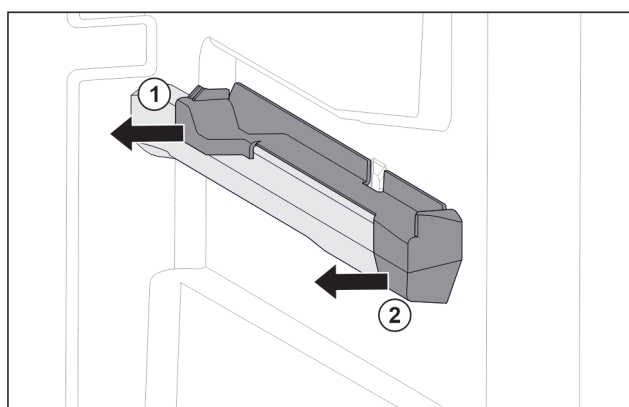

Fig. 118 Påsætningsdel på den højre beholderrist
- ▶ Træk den bageste del af påsætningsdelen af og til siden. Fig. 118 (1)
- ▶ Træk den forreste del af påsætningsdelen af og til siden. Fig. 118 (2)